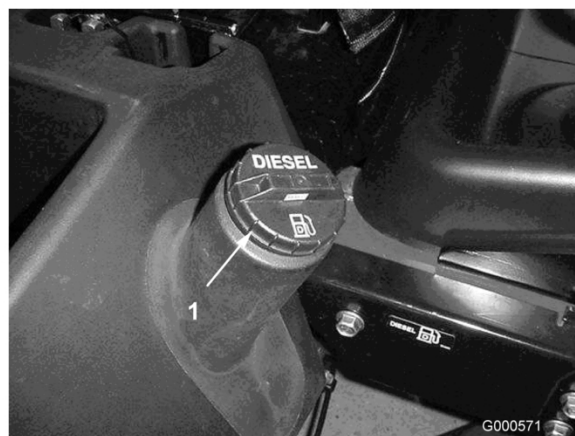

Figura 13
1. Rimuovete il tappo dal serbatoio del carburante (Figura 13).